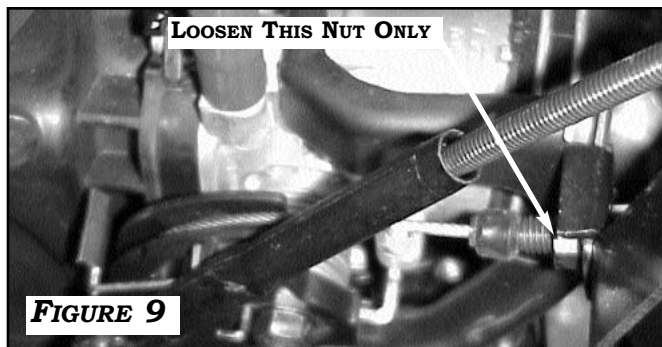

FIGURE 9
1. LOOSEN THE “REAR” THROTTLE CABLE NUT ENOUGH TO INSERT THE **CABLE BRACKET**. RETIGHTEN THE “REAR” THROTTLE CABLE NUT. **FIGURE 9**